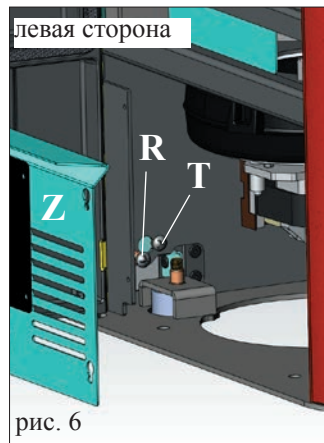

рис. 6
Установить соединительное колено с зажимом, входящие в комплект поставки, в патрубок змеевика (D - рис. 6).
Снять мембрану с боковины из стального листа для прохождения дымохода (не входит в комплект поставки) (рис. 6).
Проверить вертикальность керамических панелей (C) и произвести необходимые регулировки при помощи болтов на верхней вставке (V - рис. 5) и внутри самой печи (R - рис. 6/7)
Н.В.: перед выполнением данной операции необходимо снять оцинкованную панель (Z - рис. 6/7) по обеим сторонам и открутить блокировочные болты (Т - рис. 6/7).